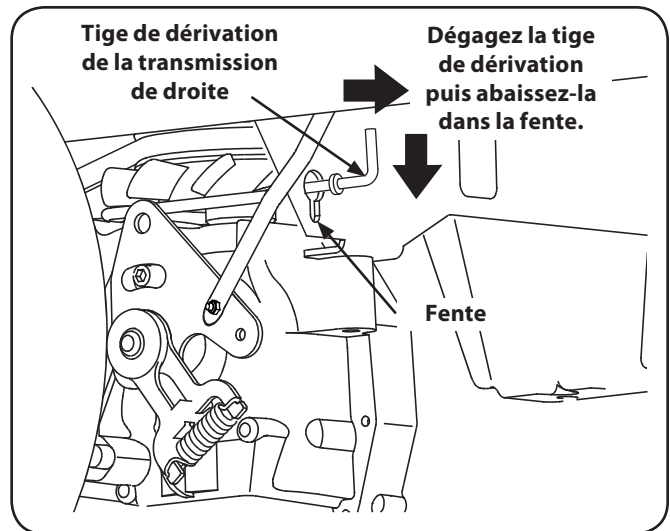

Figure 6-3
1. Localisez les tiges de dérivation de la transmission qui se trouvent juste en avant des deux roues arrière. Voir la Figure 6-3.